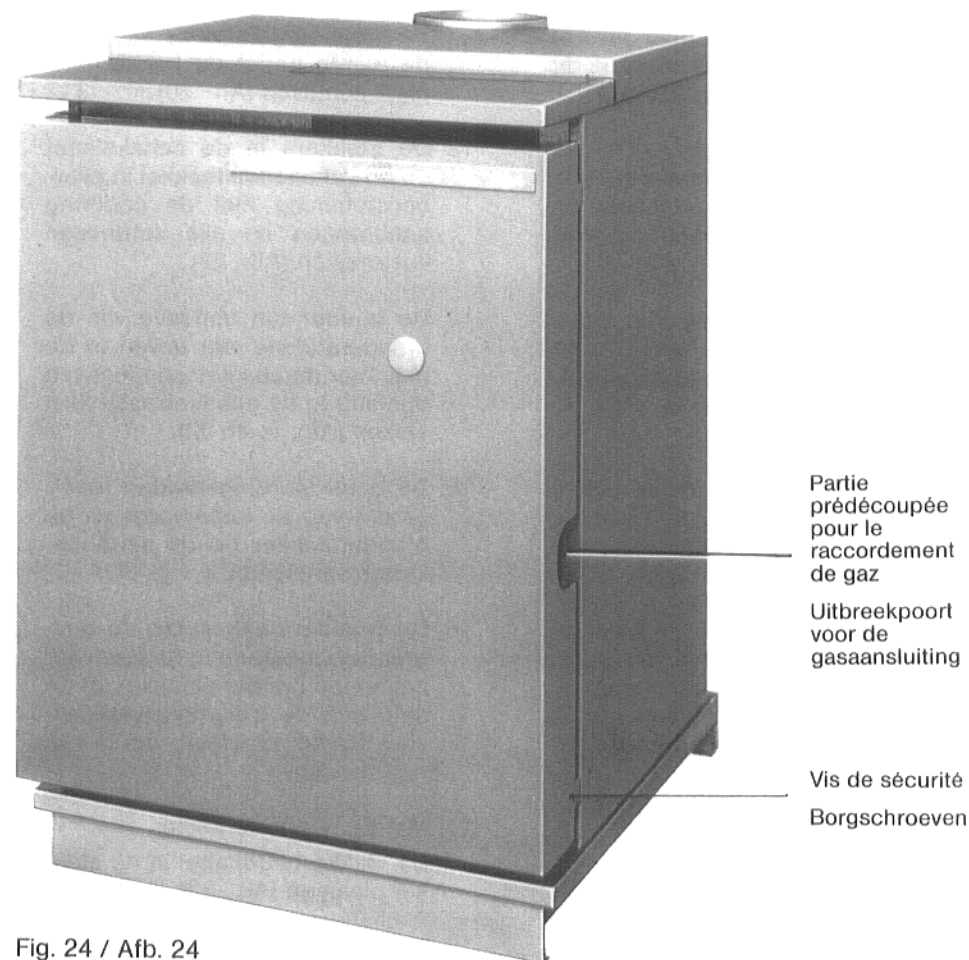

Fig. 24 / Afb. 24
- Enlever la **partie prédécoupée** pour le raccordement de gaz (Fig. 24).
- Dévisser une vis de sécurité avec écrou rapporté d'un côté du panneau avant chaudière (Fig. 24).
- Voor het aanbrengen van de voorwand, de uitbreekpoort voor de gasaansluiting verwijderen (Afb. 24).
- Aan één zijde van de voorkant van de ketelmantel een borgschroef met rondel eruitdraaien (Afb. 24).